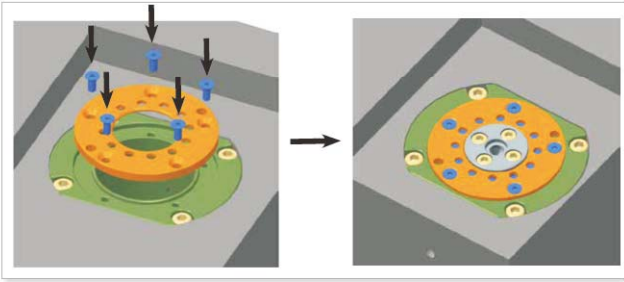

图11-21 将定位环固定到缸套上
2. 用平头螺钉将定位环固定到缸套上。拧紧至2.8Nm(2 ft-lb)。见图11-21。